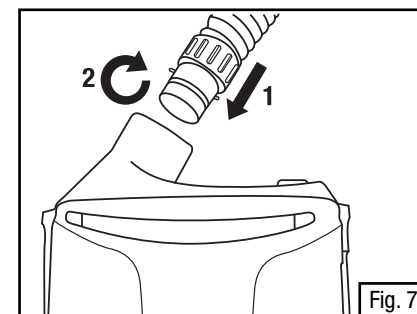

Fig. 7
1. Insérer l'extrémité du tuyau de respiration muni du dispositif de verrouillage à baïonnette (deux petites broches) dans les deux fentes parallèles de la sortie d'air du souffleur à moteur (Fig. 7).